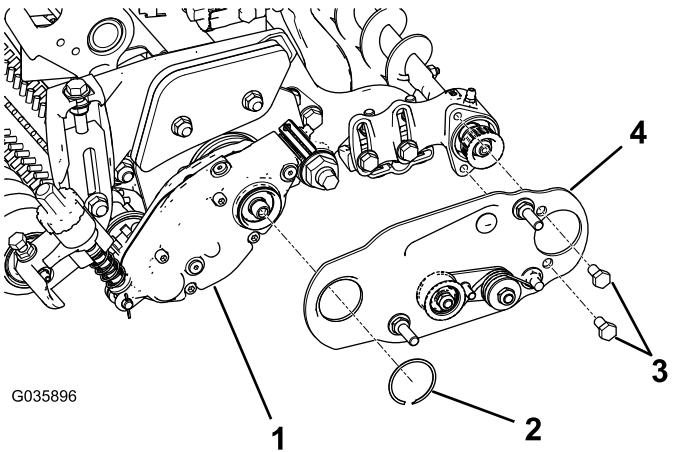

Bild 9
| 1. Kappe | 3. Stellen Sie sicher, dass die Schwenkplatte der Rollenbürste so konfiguriert ist, dass die Spannscheibe unten befestigt ist, wie in Bild 9 abgebildet. |
4. Fließen Sie die Schwenkplatte der Rollenbürste aus, wie in Bild 9 abgebildet.
Sie die Bürstenplatte am Lagergehäuse der Rollenbürste mit diesen Schrauben (Bild 9).
6. Befestigen Sie die Bürstenplatte mit dem Halterung am Rollenbürstengehäuse (Bild 9).